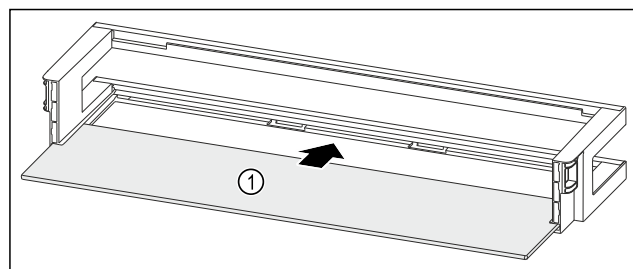

Fig. 204 Лотки на дверцятах з полицею
- ▶ Всуňte полицю Fig. 204 (1) в бокові пази.